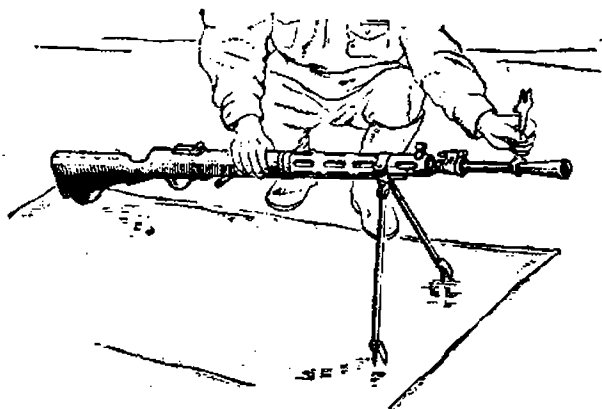
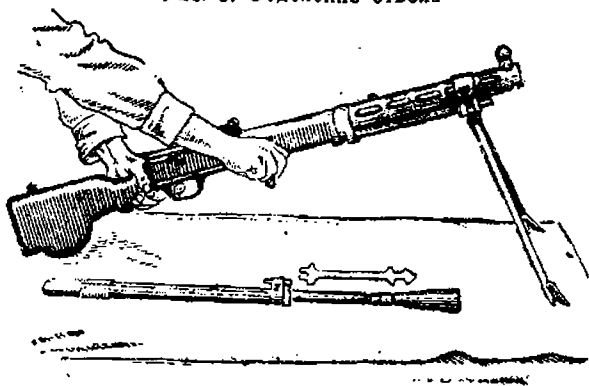

Рис. 9. Отделение ствола
Рис. 10. Подача затворной рамы вперед
2. Отделить ствол: а) отвести затворную раму за рукоятку назад; б) находясь с левой стороны пулемёта и придерживая его правой рукой за ствольную коробку, большим пальцем этой руки нажать замыкатель доотказа (в пулемётах первых годов изготовления повернуть ручку замыкателя назад до заскока соска в выемку на стенке коробки); в) левой рукой положить ключ снизу в вырезы на дульной части ствола и повернуть ключ кверху (рис. 9); затем, слегка пошатывая ствол, вытянуть его несколько вперед; г) отпустив замыкатель, подхватить ствол правой рукой и осторожно вынуть его из кожуха; д) нажав на предохранитель и спусковой крючок левой рукой, правой, придерживая рукоятку, подать затворную раму в переднее положение (рис. 10).